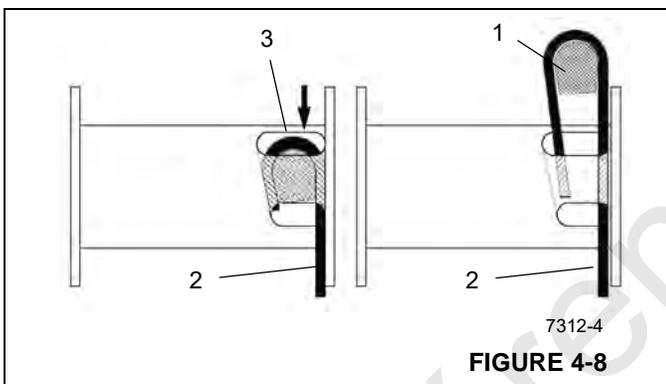

FIGURE 4-8
3. Insérer le câble dans la fente et le positionner autour de la clavette d'ancrage (1, Figure 4-8).